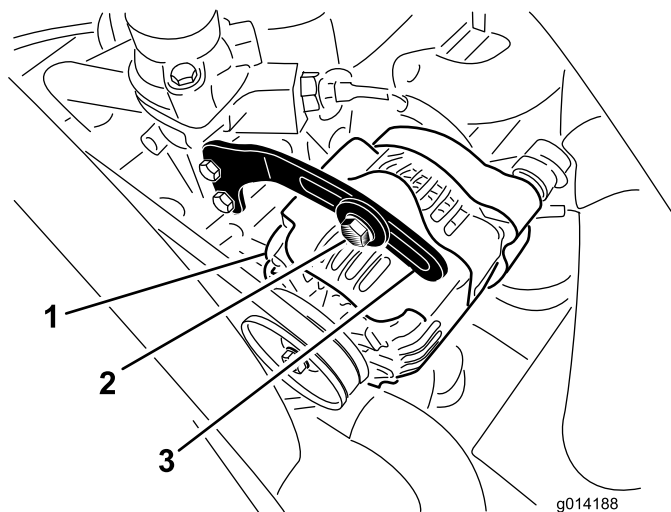

Bild 49
2. Prüfen Sie die Spannung des Keilriemens, indem Sie eine Kraft von 10 kg auf halber Entfernung zwischen der Lichtmaschine und den Kurbelwellenriemenscheiben ansetzen (Bild 49).
3. Lockern Sie die Schraube, mit der der Bügel an der Lichtmaschine befestigt ist, und den Gelenkbolzen der Lichtmaschine (Bild 49).